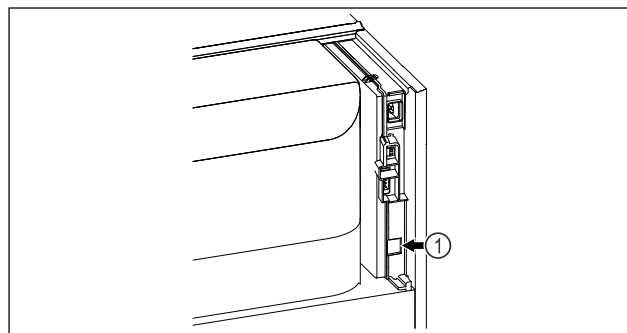

Fig. 138
- SmartModule Fig. 138 (1) naudojamas.